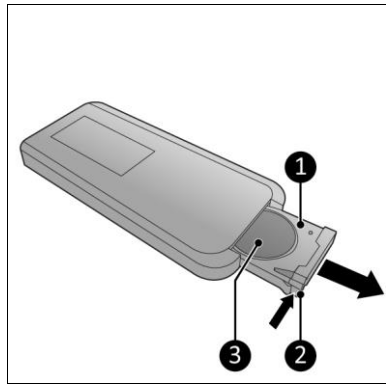

Abbildung 11
1. Drücken Sie auf die Lippe (Abbildung 11, Pos. 2) und entfernen Sie den Schlitz (Abbildung 11).
2. Entfernen Sie die Batterie (falls vorhanden) (Abbildung 11, Pos. 3)